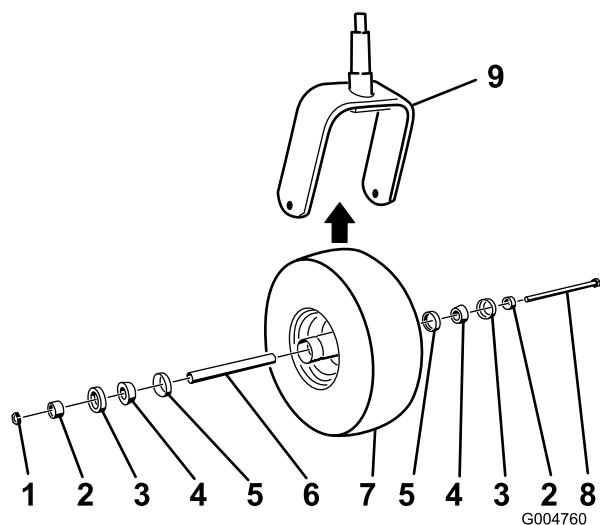

Figura 53
2. Togliete il dado di bloccaggio dal bullone che fissa la rotella orientabile alla forcella (Figura 53).
- Montate la rotella orientabile premendo i cuscinetti conici e gli schermi, lubrificati con grasso, nel mozzo della ruota, posizionata come illustrato nella Figura 53.